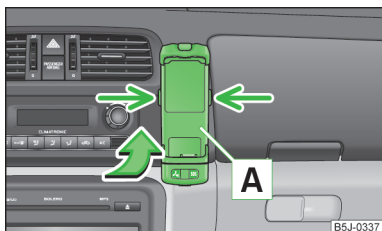

Fig. 102
- » Împingeți mai întâi adaptorul  în sensul săgeții » fig. 102 până la limită în suport. Apoi apăsați ușor în jos adaptorul, până când acesta se blochează.
- » Apăsați simultan elementele de blocare laterale ale suportului » fig. 102 și scoateți telefonul cu adaptorul.